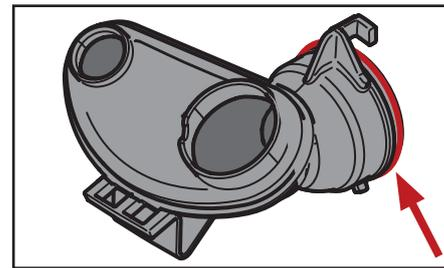

Fig. 5.12 – Anel de vedação da tigela de mistura
- Verifique se os anéis de vedação azuis estão firmemente fixados às tigelas de mistura (fig. 5.12).